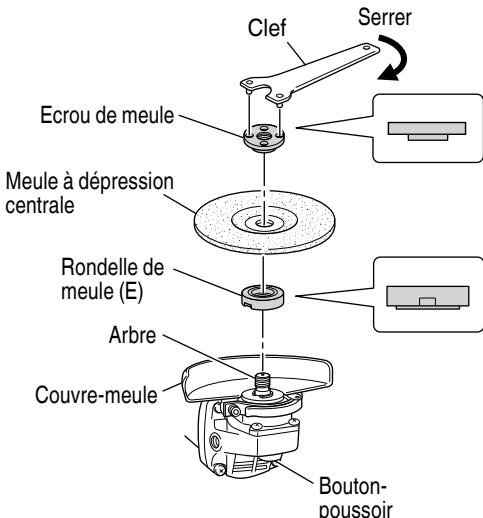

Fig. 14
- (1) Mettre la meuleuse à l'envers de façon que l'arbre soit dirigé vers le haut.
- (2) Aligner l'entaille de forme ovale de la rondelle de meule (E) avec l'encoche de l'arbre, puis les attacher.
- (3) Positionner la protubérance de la meule à dépression centrale sur la rondelle de meule (E).
- (4) Visser l'écrou de meule sur l'arbre.
- (5) Tout en poussant sur la bouton-poussoir avec une main, verrouiller l'arbre en tournant doucement la meule à dépression centrale avec l'autre main.
- Serrer l'écrou de meule en utilisant la clef fournie comme montré sur la Fig. 14.